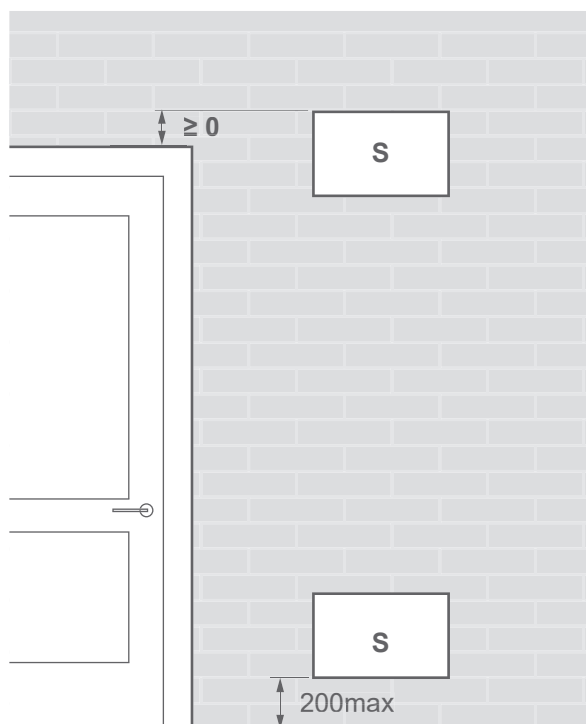

fig. 25 - Position des ouvertures pour la ventilation
- Le local bénéficie d'une aération naturelle vers une autre pièce dont la somme des volumes des deux pièces est supérieur à "charge totale fluide" (en kg) / 0.3kg/m³. Les aérations entre les deux pièces étant assurée par des ouvertures d'au moins : voir *fig. 25 et fig. 26*.